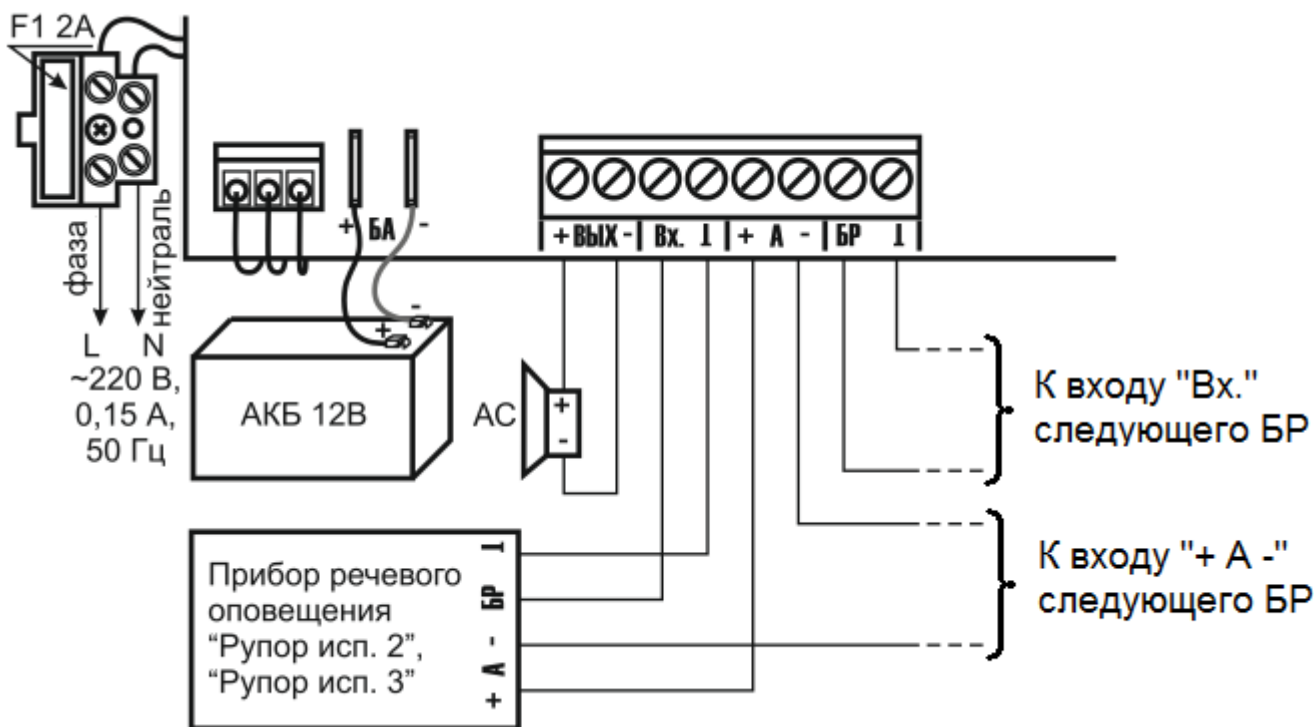

Рисунок 4.2. Схема подключения
6.1 Подключить Блок к «Рупор исп. 02» или «Рупор исп. 03» в соответствии со схемой подключения (Рисунок 4.2).